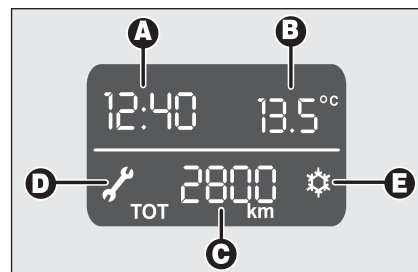

fig. 21
- Heure **A-fig. 21**;
- Echéance entretien programmé (visualisation symbole  **D-fig. 21**).
- Signalisation possible présence de verglas sur la route (visualisation symbole  **E-fig. 21**).